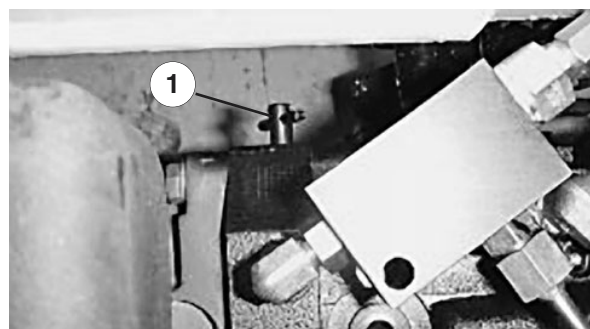

Figure 13
1. Passez sous le groupe de déplacement et tournez la vanne de dérivation (Fig. 13) de $\frac{1}{2}$ à 1 tour dans le sens anti-horaire. En s'ouvrant, la vanne ouvre un passage à l'intérieur de la transmission, et l'huile de transmission est ainsi mise en dérivation. Il est alors possible de déplacer la machine sans endommager la transmission.